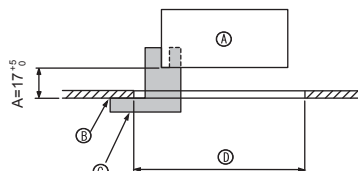
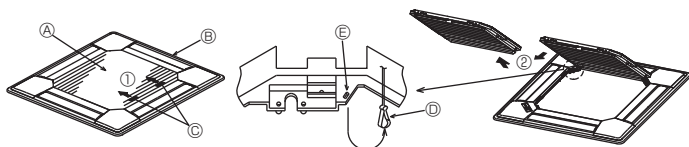
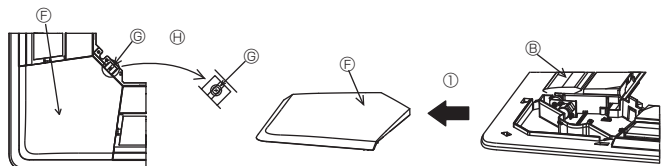

Fig. 6-2
Fig. 6-3
Fig. 6-4
①	Rooster	1	950 × 950 (mm)
②	Schroef met vaste ring	4	M5 × 0,8 × 25
③	Meetplaatje	1	(In vier delen verdeeld)
④	Bevestigingsklem	3
⑤	Schroef	4	4 × 8
⑥	Schroef	1	4 × 12
⑦	i-see sensor hoekpaneel	1	voor PLP-6BAE
6.2. Voorbereidingen om het rooster vast te maken (Fig. 6-2)
- Gebruik het meetplaatje ③ dat bij deze kit wordt meegeleverd om de positie van het apparaat ten opzichte van het plafond in te stellen en te controleren. Als het apparaat ten opzichte van het plafond niet juist wordt geïnstalleerd, kan er door luchtlekkage vochtcondensatie optreden.
- Ⓒ Meetplaatje ③ (in het apparaat gestoken)
6.2.1. Verwijderen van de grill van de inlaatopening (Fig. 6-3)
- Schuif de hendels in de richting die wordt aangegeven door de pijl ① om de grill van de inlaatopening te openen.
- Verwijder nu het scharnier van de grill van de inlaatopening zoals aangegeven door de pijl ②, terwijl de grill in de geopende positie staat.
6.2.2. Verwijderen van het hoekpaneel (Fig. 6-4)
- Verwijder de schroef uit de hoek van het hoekpaneel. Schuif het hoekpaneel in de richting aangegeven door de pijl ① om het paneel te verwijderen.
[Fig. 6-3, 6-4]